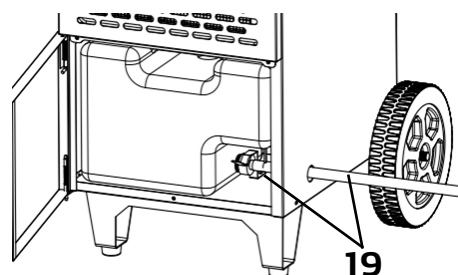

Fig. 10
- Passer le tuyau d'écoulement (19) fourni par l'orifice sur le côté du boîtier et le fixer au raccord d'écoulement (Fig. 10)